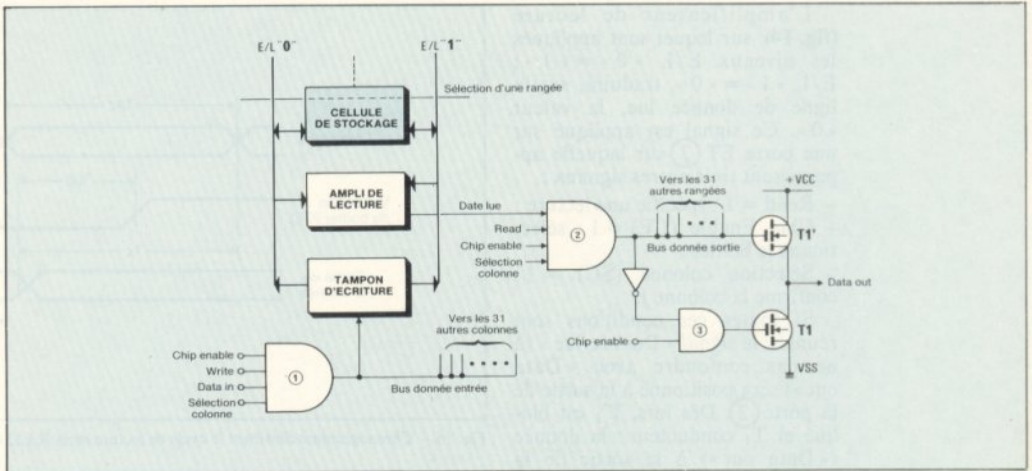

Fig. 14. – La cellule de base d'une RAM « 2102 » s'intègre dans une structure plus complexe.
La cellule de base fait partie d'une structure complexe représentée **figure 14**.
L'amplificateur de lecture (fig. 14), sur lequel sont appliqués les niveaux E/L « 0 » = « 1 » ; E/L « 1 » = « 0 », traduira, sur la ligne de donnée lue, la valeur « 0 ». Ce signal est appliqué sur une porte ET (2) sur laquelle apparaissent trois autres signaux :
- Chip Enable (CE) = 1 : sélectionne le boîtier ;
- Sélection colonne (SC) = 1 : confirme la colonne j.